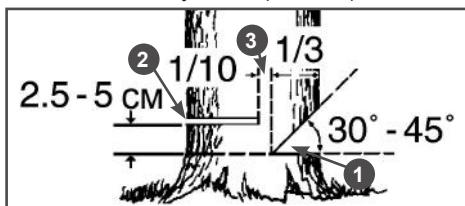

Рис. 11 Расположение запила, пропила и недопила
8. Выберите направления падения дерева, для этого следует учесть силу и направление ветра, естественный наклон дерева, равномерность распределения веток в кроне дерева. Начните пилить с той стороны дерева, куда оно должно упасть (Рис. 11).
*Ни в коем случае не допиливать до конца недопил (3) Рис. 11, так как вы не сможете контролировать направление падения дерева.*